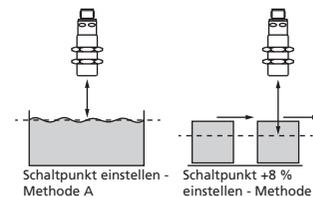

Bild 3: Einstellung des Schaltpunktes bei unterschiedlicher Bewegungsrichtung des Objekts
■ Für die Abtastung von Objekten, die seitlich in das Schallfeld eintreten, sollte die Teach-in-Prozedur »Schalt-punkt +8 % einstellen – Methode B« gewählt werden. Es wird ein um 8 % größerer Schalt-punkt als die tatsächliche Entfernung zum Objekt eingestellt. Dies stellt auch bei geringfügigen Höhenschwankungen der Objekte einen stabilen Schalt-punkt sicher (vgl. Bild 3).